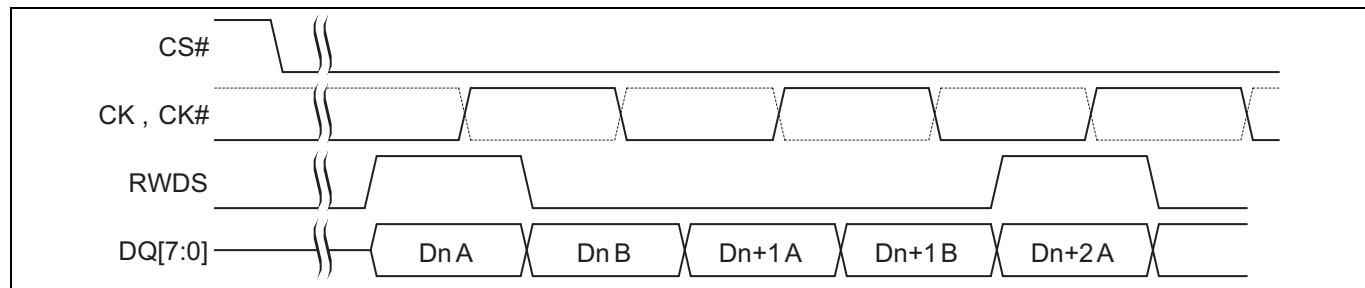

Figure 8 書き込みトランザクション中のデータ配置 [17,18,19,20]
17. Figure 8 に HYPERBUS™ 上の書き込みトランザクションの一部を示します。
21. Figure 8 は HYPERBUS™ 上の書き込みトランザクションの一部を示します。